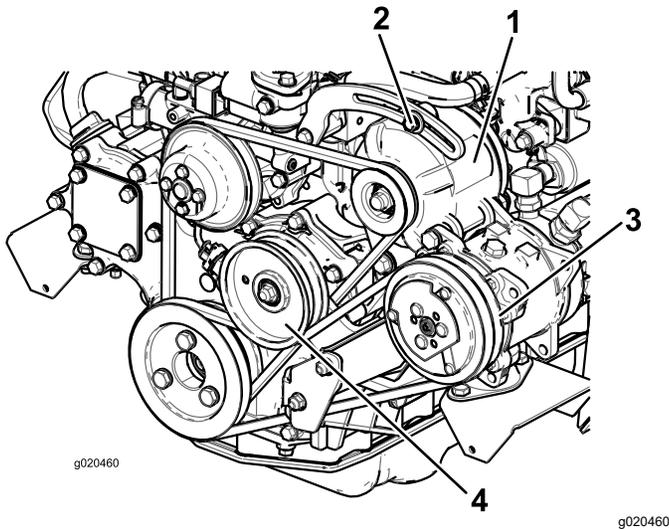

Figura 114
Si la desviación no es de 10 mm ($\frac{3}{8}$ "), afloje los pernos de montaje del alternador (Figura 114).
Compruebe la condición y la tensión de la correa (Figura 114) cada 100 horas de operación.
2. Si la desviación no es de 10 mm ($\frac{3}{8}$ "), afloje el perno de montaje de la polea tensora (Figura 114). Aumente o reduzca la tensión de la correa del compresor y apriete el perno. Verifique de nuevo la desviación de la correa para asegurarse de que la tensión es la correcta.